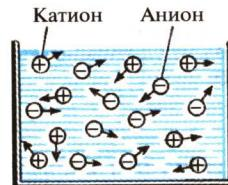
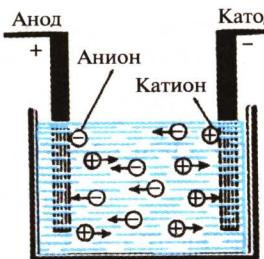

Рис. 5. Хаотическое движение ионов в растворах и расплавах
Рис. 6. Движение ионов при пропускании постоянного электрического тока через раствор или расплав электролита
3. В растворе и расплаве электролита ионы движутся хаотически (рис. 5). При пропускании постоянного электрического тока через этот раствор или расплав положительно заряженные ионы (катионы) движутся к катоду, а отрицательно заряженные ионы (анионы) — к аноду (рис. 6).